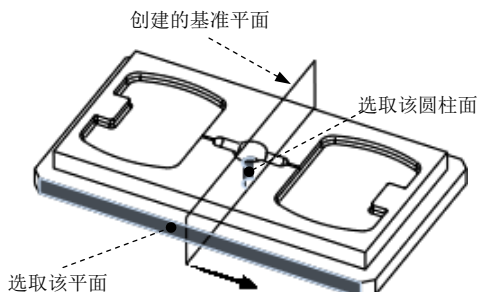

图 10.4.36 选取参考
Step2. 按住 Ctrl 键依次选取图 10.4.36 所示的圆柱面和零件模型的侧平面, 此时图形区出现基准平面预览, 在“基准平面”对话框中单击 **确定** 按钮, 完成基准平面 ADTM1 的创建。